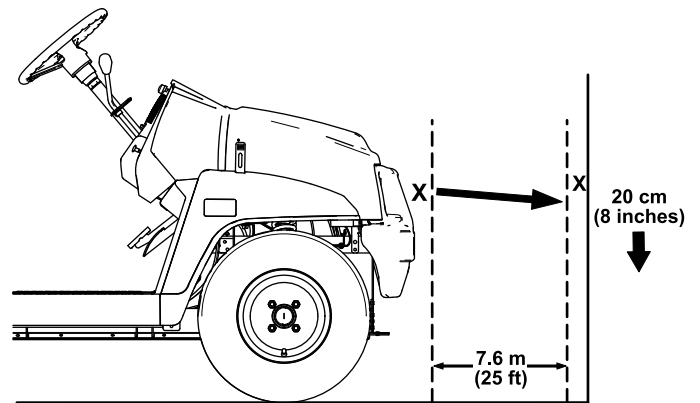

Figura 53
1. Aparque la máquina en una superficie nivelada con los faros a unos 7.5 m (25') de una pared (Figura 53).
La parte más brillante del haz del faro debe estar a 20 cm (8") por debajo de la señal hecha en la pared (Figura 53).